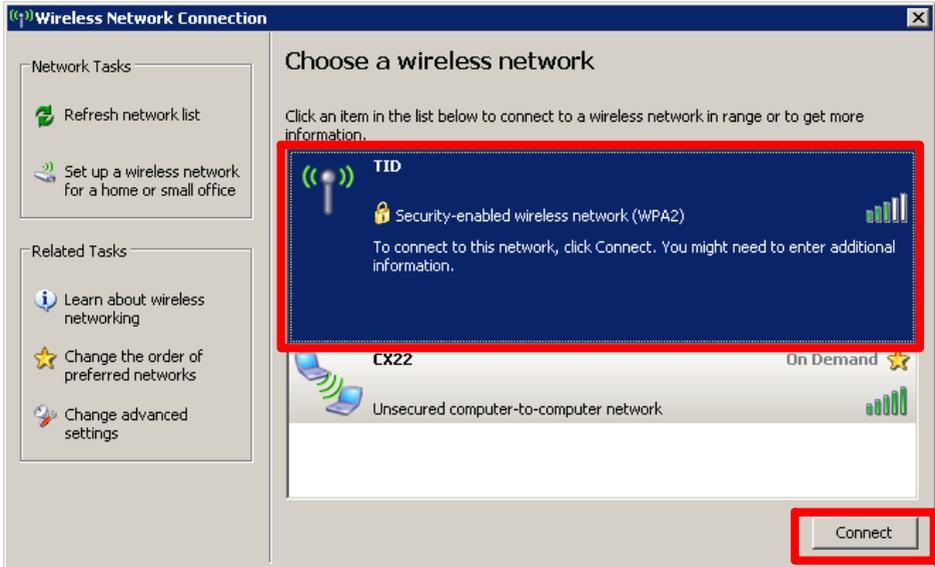

Abb. 7.5 Netzwerk auswählen und mit dem Netzwerk verbinden
3. Wählen Sie das Netzwerk Ihres Access Points aus und klicken Sie auf **Connect** (Abb. 7.5).